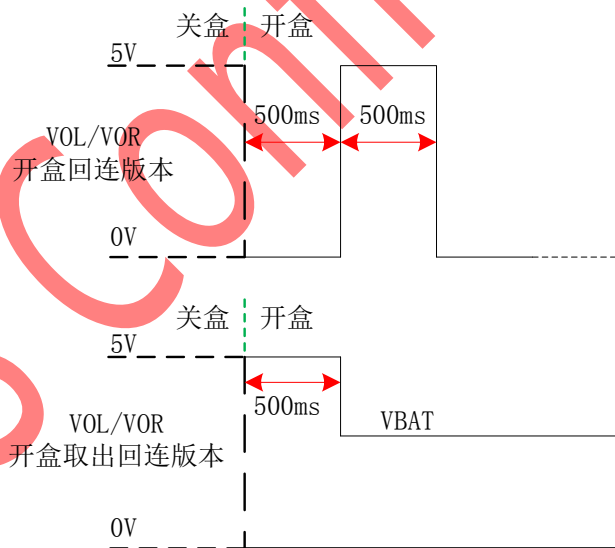

图4 HALL版本开盒时VOL/VOR波形
- （1）开盒回连版本：无论开盒前VOL/VOR处于什么状态，开盒后，VOL和VOR都会同时先输出0.5s的低电平，然后输出0.5s的5V，最后再掉电到0V，然后一直保持0V电平，如图4所示。在此种开盒版本下（HALL信号为高电平），插入VIN=5V时只能对耳机仓充电，不能对耳机充电，VOL/VOR保持0V。
- （2）开盒取出回连版本：无论开盒前VOL/VOR处于什么状态，开盒后，VOL和VOR都会同时先输出0.5s的高电平，然后强制恢复到自动识别状态，如图4所示。在此种开盒版本下，无论VOL/VOR是否有负载，若插入VIN=5V充电，则VOL/VOR都将输出5V电压。